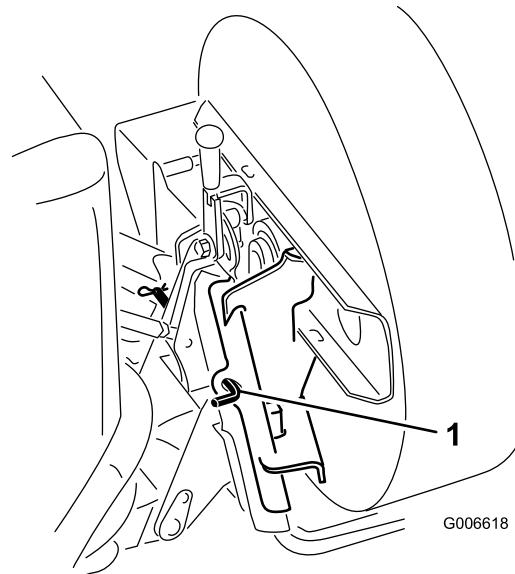

図 5
5. アダプタにロッキングピンを通して、ヘアピンコッターで固定する図5。